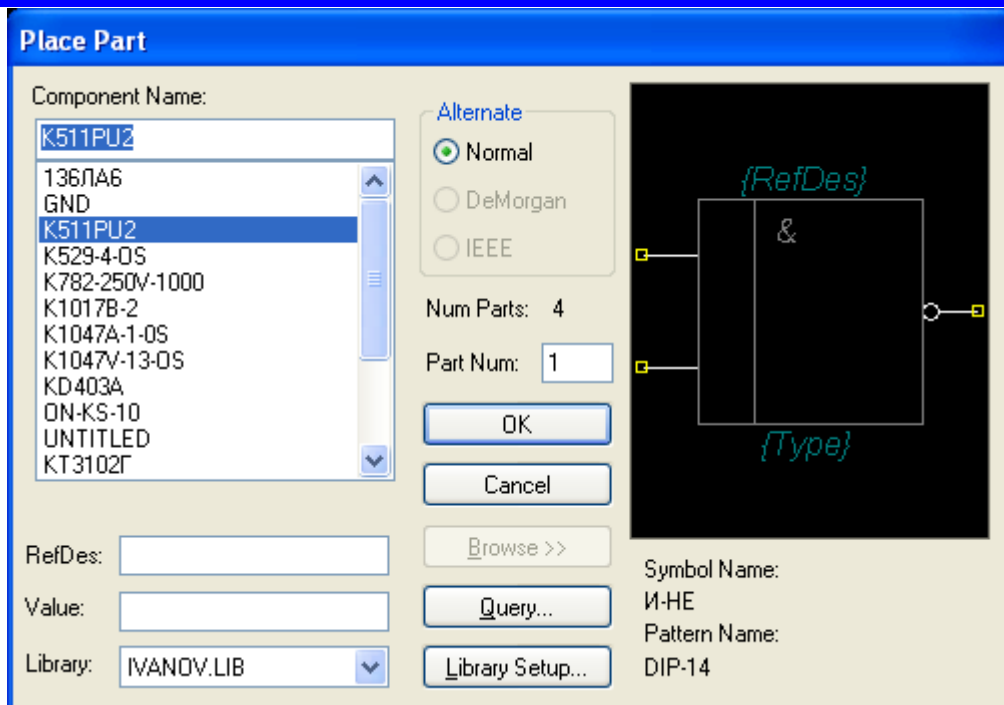

Рисунок 5.12 – Установка 1-й секции ИМС K511ПУ2
- Теперь нужно установить секции интегральной микросхемы (ИМС) **К511ПУ2**. Вначале установим 1-ю секцию. Для этого надо снова щелкнуть ЛК и выбрать элемент **К511ПУ2**. Вслед за этим надо проверить, чтобы в области **Part Num** стояла 1 (рис. 5.12). Нажать на кнопку **OK**, а затем нажатием ЛК установить 1-ю секцию в точку с координатами (140; 240), щелкнуть ПК.